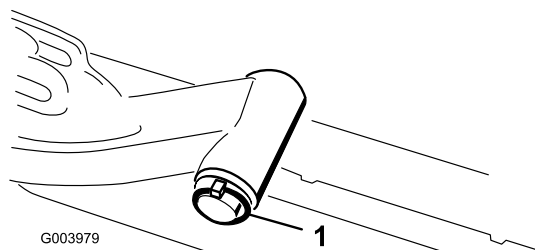

Figure 18
- A. Retirez la goupille à anneau et la rondelle qui fixent l'axe de pivot du bras de levage au bras de levage, et sortez l'axe de pivot du bras (Figure 18).
- C. Insérez l'axe du bras de levage dans le bras de levage et fixez-le à l'aide de la rondelle et de la goupille à anneau (Figure 18).